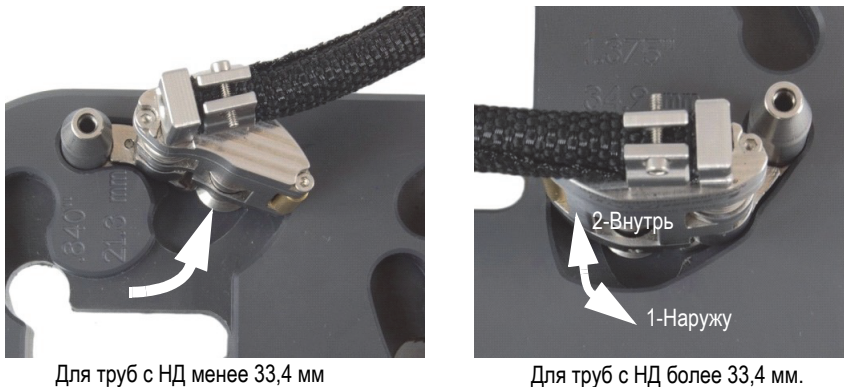

Рис. 2-10 Возвращение хвоста в исходное положение
- d)* Для малых наружных диаметров (от 21,3 до 33,4 мм), максимально разверните хвост, так чтобы хвостовое колесо находилось как можно дальше от центра шаблона (см. Рис. 2-10 на стр. 32).
хвостовое колесо находилось как можно ближе к центру шаблона (см. Рис. 2-10 на стр. 32).